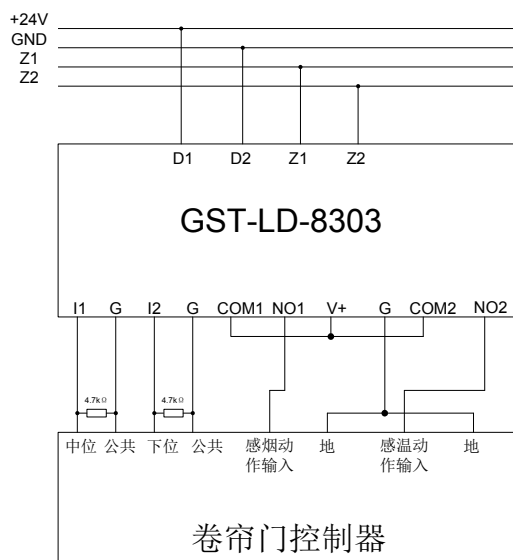
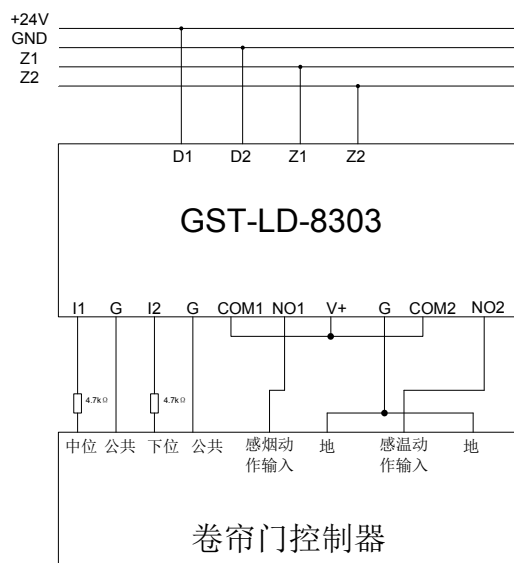
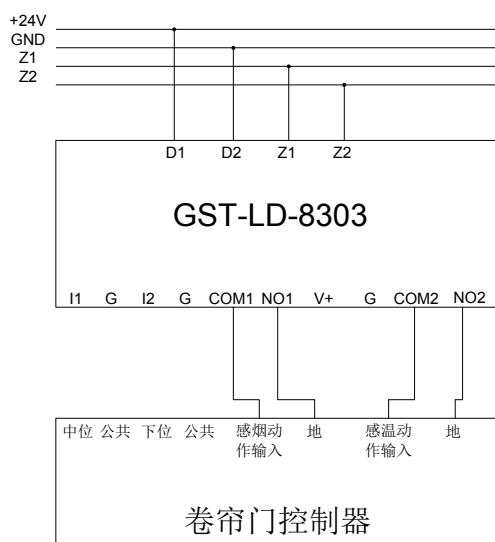

图 2-60
图 2-61
图 2-62
a. 模块与防火卷帘门电气控制箱（标准型）接线示意图如图 2-60 源常开触点输入，有源输出控制型）、图 2-61（无源常闭触点输入，有源输出控制型）、图 2-62（无源输出控制型，输出检线电压由被控设备提供，输入触点的接法参见图 2-60 和图 2-61）：